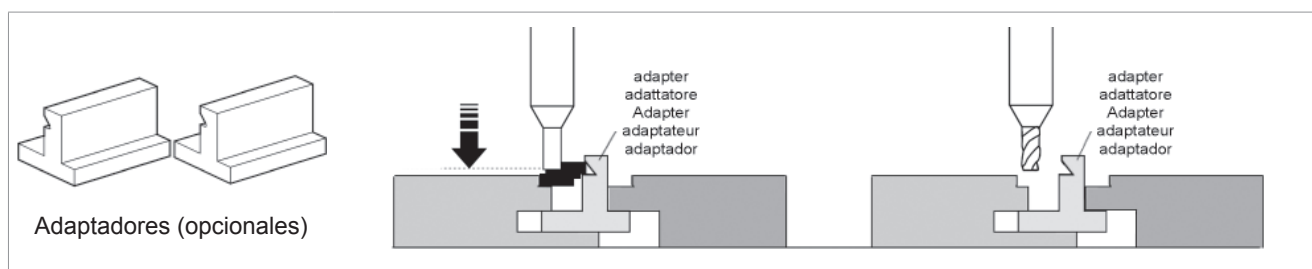
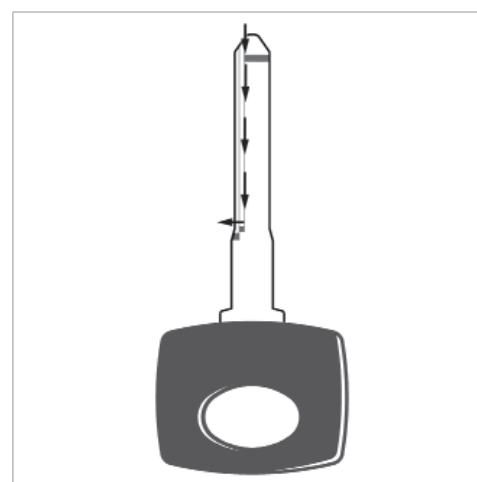

Fig. 30
Fig. 32
- 1) Abras las mordazas aflojando las manecillas (E) (E1).
- 5) Bloquee adaptador y llave cerrando la manecilla (E).
- 7) Con la palanca (J), bajar el carro vertical, sin forzar, para que el palpador apoye en la superficie cortada de la llave original (Fig. 30). Bloquee el mandril palpador a esta altura con el botón (R).
- 8) Con la palanca (C) mover el carro mordaza hacia el operador.
- 11) Apagar el motor con el interruptor (Q).
- 12) Siga con el cifrado trabajando solamente con la palanca (C) (Fig. 32).